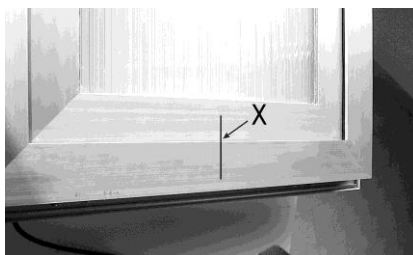

Рисунок 2
- A. Отметьте карандашом среднюю линию "X" оконного блока (Рис. 2).